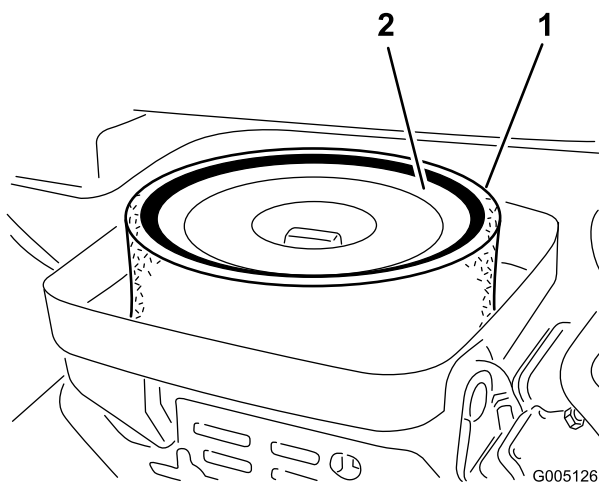

Figura 33
3. Se o elemento de esponja se encontrar sujo, deverá retirá-lo do elemento de papel (Figura 33). Limpe cuidadosamente da seguinte forma: